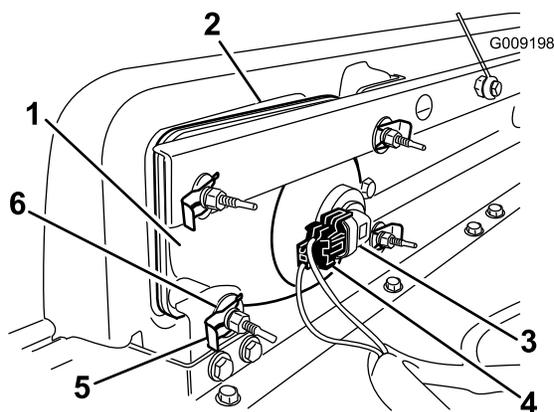

Figure 27
3. Montez le phare neuf à travers l'ouverture dans le pare-chocs (Figure 27). Veillez à bien aligner les ergots sur les trous dans le support de montage du pare-chocs.
2. Sortez l'ensemble phare en le déplaçant vers l'avant à travers l'ouverture dans le pare-chocs avant (Figure 27).